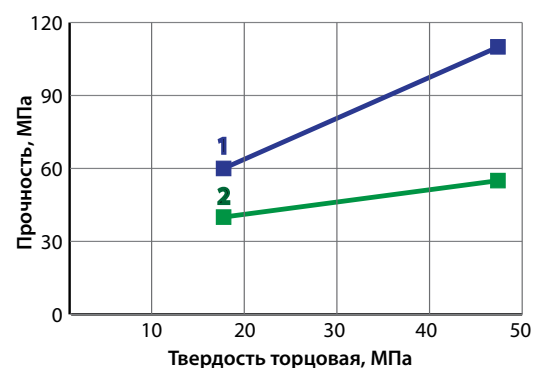

Рис. 2. Взаимосвязь торцевой твердости с пределами прочности древесины при изгибе (1) и сжатии вдоль волокон (2) для отечественных пород
2. Твердость древесины также показывает хорошую взаимосвязь с пределами прочности (рис. 2).